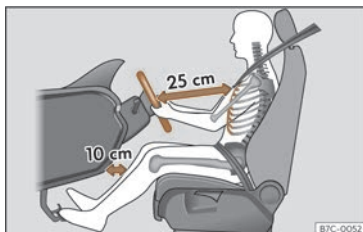

Fig. 16 La separación correcta entre el conductor y el volante debe ser de 25 cm como mínimo (10 pulgadas).
- Ajuste el volante de modo que quede a una distancia de, por lo menos, 25 cm (10 pulgadas) del esternón >>> **fig. 16** y lo pueda sujetar con ambas manos por los lados, por la parte exterior, con los brazos ligeramente flexionados.